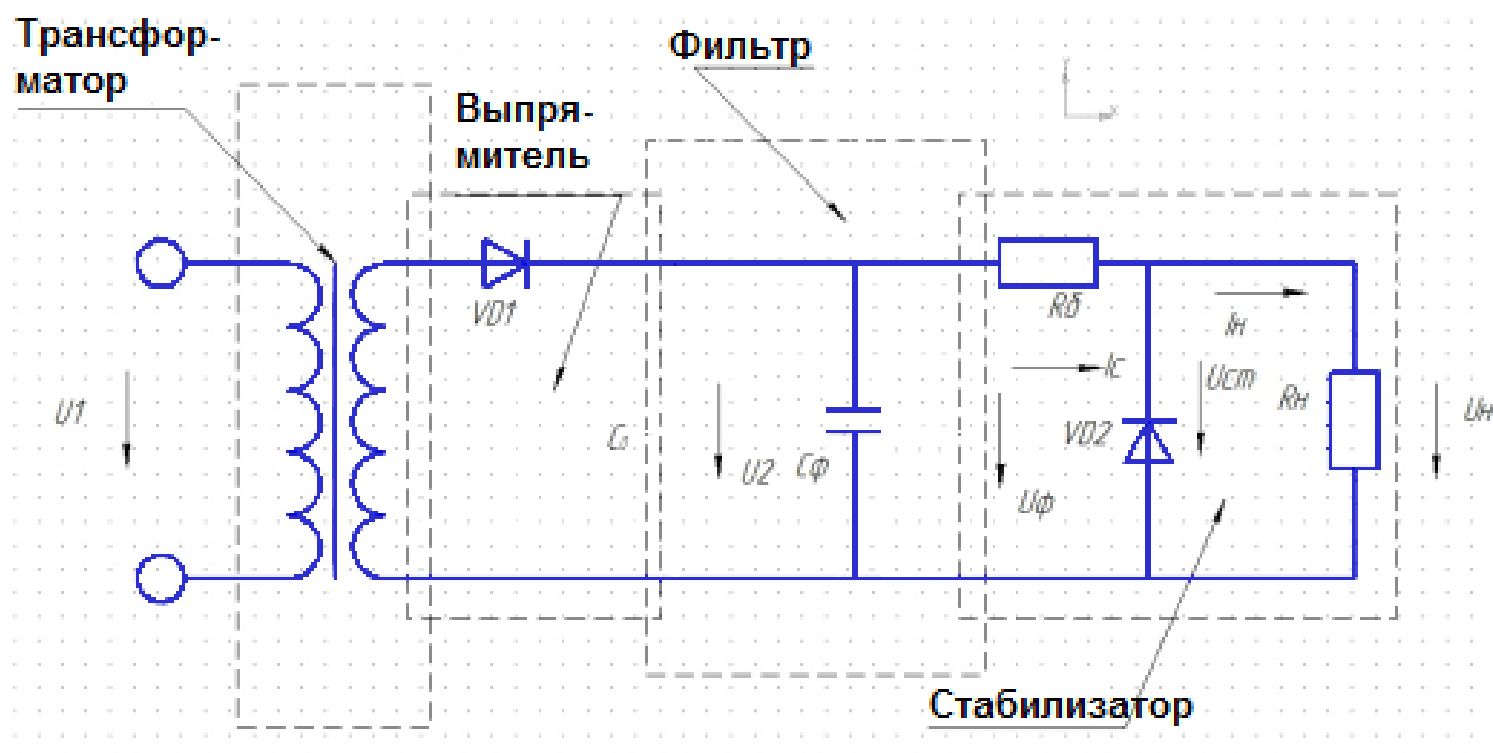

Рис. 13. Итоговая электрическая схема источника вторичного электропитания
- а) (2 балла) постройте схему источника питания (см. рис. 13) без трансформатора с использованием диода и стабилитрона, полученных в заданиях 1 и 2, и дополнительных параметров по варианту; дайте названия входной и выходной точкам;